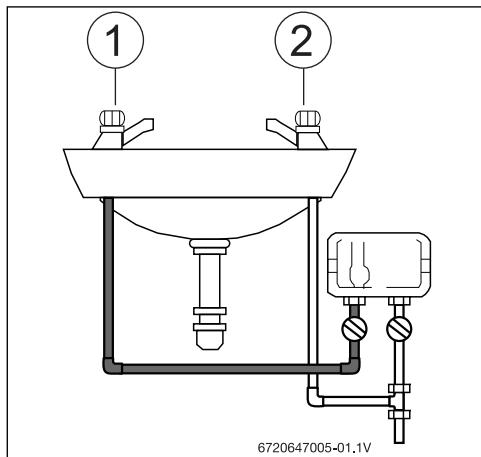
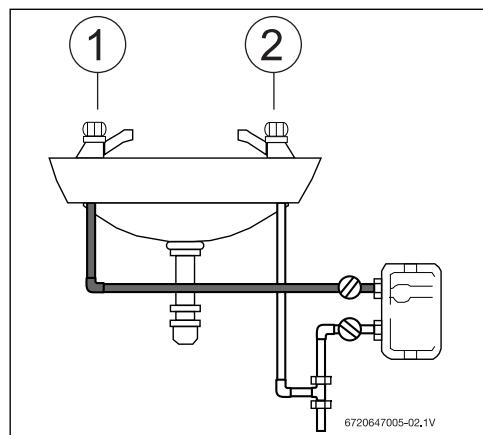
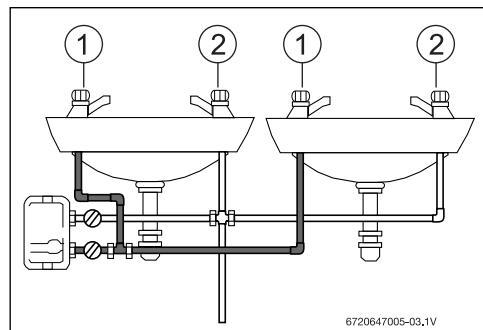

Fig. 6 Ejemplos de instalaciones (vista frontal)
Fig. 7 Ejemplos de instalaciones (vista frontal)
Fig. 8 Ejemplos de instalaciones (vista frontal)
- Móntese sólo como se muestra en Fig. 6, Fig. 7 y Fig. 8 con las conexiones de agua situadas en la parte inferior o en el lado derecho de la unidad.